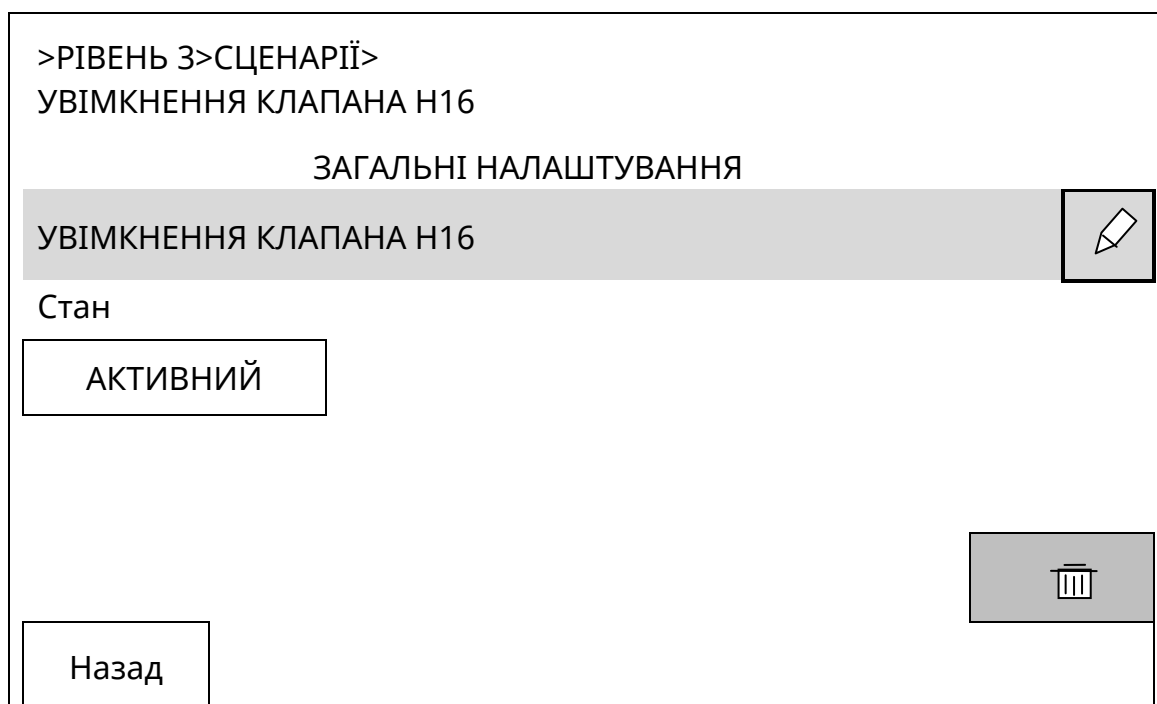

Рисунок 10.18.6 - Загальні налаштування сценарію
10.18.4.1 За замовчуванням всі нові сценарії під час їх створення неактивні, тобто автоматично не запускаються. Для запуску сценарію потрібно його активізувати, доторкнувшись до поля «Стан» (рис.10.18.6) (за замовчуванням стан «Не активний»). З моменту запуску сценарію ППКП починає стежити за появою умов його активації.